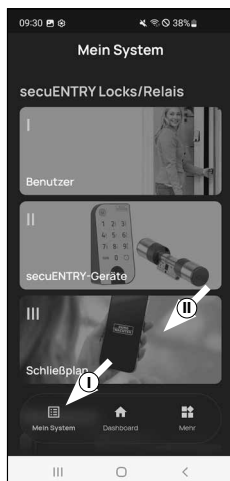

Fig. 1
- 2 Ouvrez le menu « Mon système » (I) (Fig. 1).
- 3 Appuyez sur le quatrième élément du menu « III - Plan de fermeture » (II) (Fig. 1).